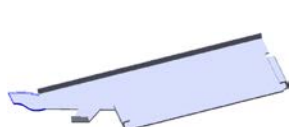
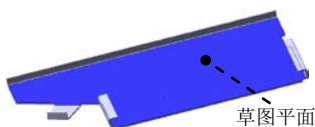

图 6.26 薄片 1
图 6.27 草图平面
Step12. 创建图 6.26 所示的钣金特征——薄片 1。
(1) 选择命令。选择下拉菜单 **插入(I)** → **钣金(B)** → **基体法兰(A)...** 命令 (或单击“钣金”工具栏上的“基体法兰/薄片”按钮)。
(2) 定义特征的横断面草图。
① 定义草图平面。选取图 6.27 所示的模型表面作为草图平面。